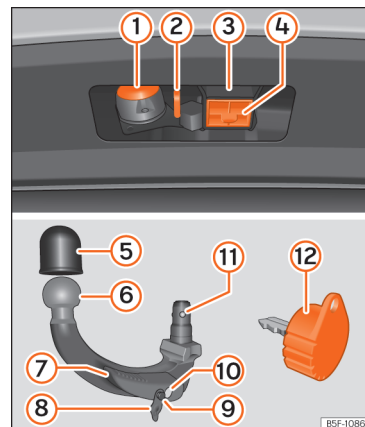

Fig. 171 Suporte do dispositivo de engate para reboque/gancho de reboque/chave
- A zona superior do alojamento do gancho está equipada com massa lubrificante » Fig. 171 ③. Quando utilizar o dispositivo, deve assegurar-se de que não se tenha eliminado.
- Retire o tampão de alojamento do gancho » **Fig. 171** (4) para baixo.
- Coloque o tampão (4) no seu alojamento »» Fig. 171.